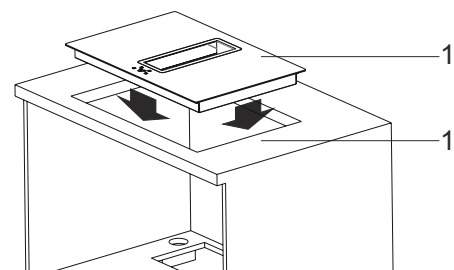

Fig. 10
3. ➤ Placér kogepladen i hullet der er skåret ud (Fig. 10).